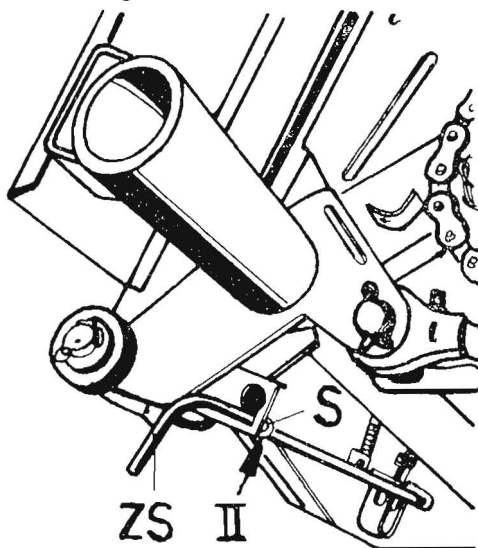

Bild 4/29
klinke (SK) in die Verriegelungsstellung (Bild 4/29, Stellung II).